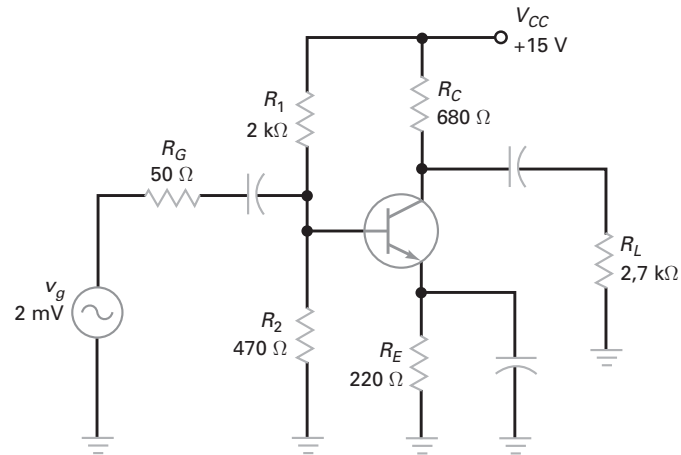

Figura 10-38
- 10-1 Qual é a resistência CC no coletor na Figura 10-38? Qual é a corrente CC de saturação?
- 10-2 Na Figura 10-38, qual é a resistência CA do coletor? Qual é a corrente CA de saturação?
- 10-3 Qual é a saída máxima de pico a pico na Figura 10-38?
- 10-4 Todas as resistências foram dobradas na Figura 10-38. Qual é a resistência CA do coletor?
- 10-5 Todas as resistências foram triplicadas na Figura 10-38. Qual é o valor máximo de pico a pico na saída?
- 10-13** Qual é o dreno de corrente na Figura 10-38?
- 10-14** Qual é a potência CC fornecida para o amplificador na Figura 10-38?
- 10-15** O sinal de entrada na Figura 10-38 é aumentado até o valor máximo de tensão de pico a pico no resistor de carga. Qual é a eficiência?
- 10-16** Qual é a dissipação de potência quiescente na Figura 10-38?
- 10-18** Qual é a potência CC fornecida para o amplificador na Figura 10-38?
10-52 Desenhe as retas de carga CC e CA para a Figura 10-38.